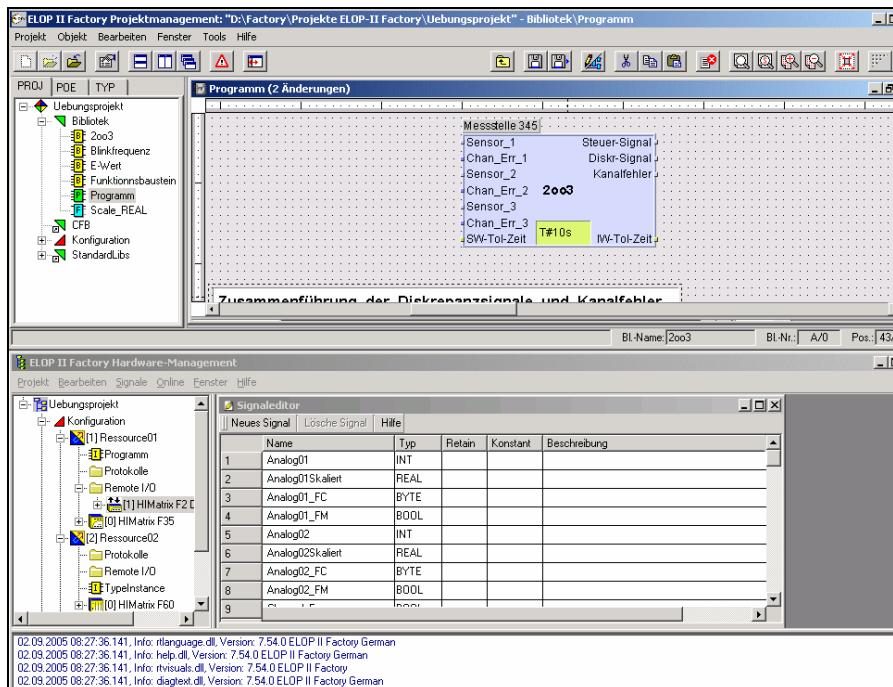

Abb. 94: Zeichenfeld und Signaleditor maximiert
- Klicken Sie mit der rechten Maustaste in die Task-Leiste von Windows. Wählen Sie **Untereinander** aus dem Kontextmenü und ordnen Sie Projektmanagement und Hardware Management untereinander an (siehe Abb. 94).
- Vergrößern Sie das Zeichenfeld des Programms oder Funktionsbausteins, so dass Sie möglichst viel Platz zum Positionieren haben (Abb. 94 oben).
- Vergrößern Sie den Bereich der Signalliste im Signaleditor, so dass Sie möglichst viele Signale sehen (Abb. 94 unten).